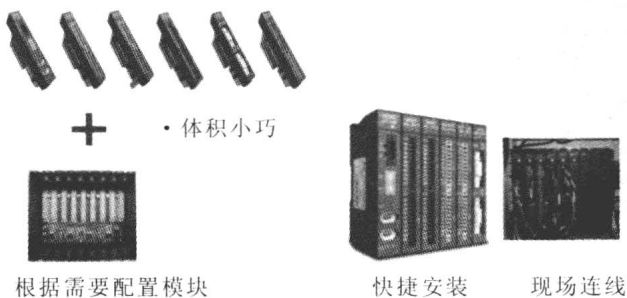

图 1-6 HIO-1000 模块式总线 I/O
(1) HIO-1000 模块式总线 I/O 如图 1-6 所示。